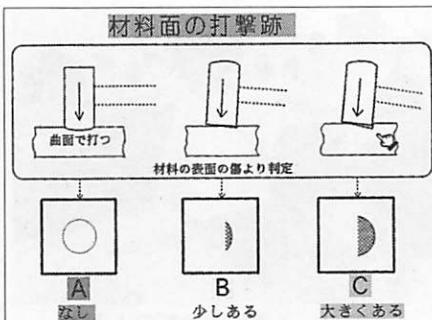

図4 材料面の打撃跡
③の材料面の打撃跡は、打ち終わりに曲面を使用していたかどうか、または材料部分に傷がつかなかつたかどうかを、図4のような基準でチェックする。材料面についた打撃跡は、材料表面に色チョークをこすって生徒に見せるとよくわかる。
④の材料裏面への貫通精度（くぎをまっすぐに打てたか）を生徒が診断しやすくするために、今回は、縦横30mm、長さ300mmの角材を使用した。その一面の5カ所に、長さ32mmの鉄丸くぎを打たせた。これは、長さ32mmのくぎだと角材の裏側に2mmほどくぎの先が出ること